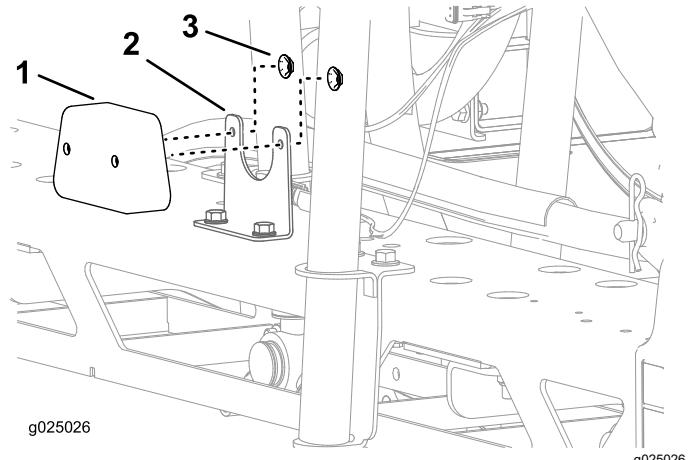

図2
- 後部ライトアセンブリを、後部ライトブラケットに取り付け、図2のように打ち抜きスチールナット2個で固定する。